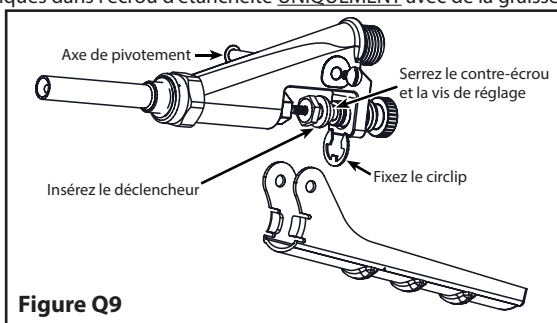

Figure Q9
12. Vissez le contre-écrou et la vis de réglage sur le câble. Tournez la vis de réglage jusqu'à ce que l'extrémité du câble atteigne le fond de la fente dans la vis de réglage. Serrez le contre-écrou contre la vis de réglage. Vissez l'écrou de sécurité dans le corps de la soupape, puis fixez le circlip. Insérez le déclencheur entre le contre-écrou et la vis de réglage. Vissez la vis de la goupille pivotante. Si un réglage supplémentaire du déclencheur est nécessaire, répétez l'étape 12, vissez la vis de réglage jusqu'à obtenir un niveau de confort satisfaisant. **(Voir la figure Q9)**